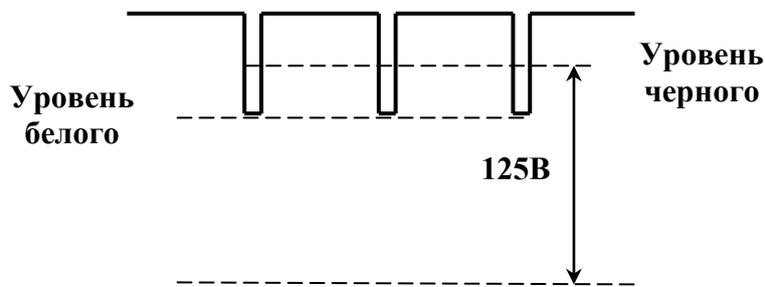

Рис. 35. Осциллограмма сигнала при регулировке напряжения отсечки
2. Установить напряжение отсечки равным 125 В, как это показано на рис. 35, путем регулировки ускоряющего напряжения на трансформаторе FB401